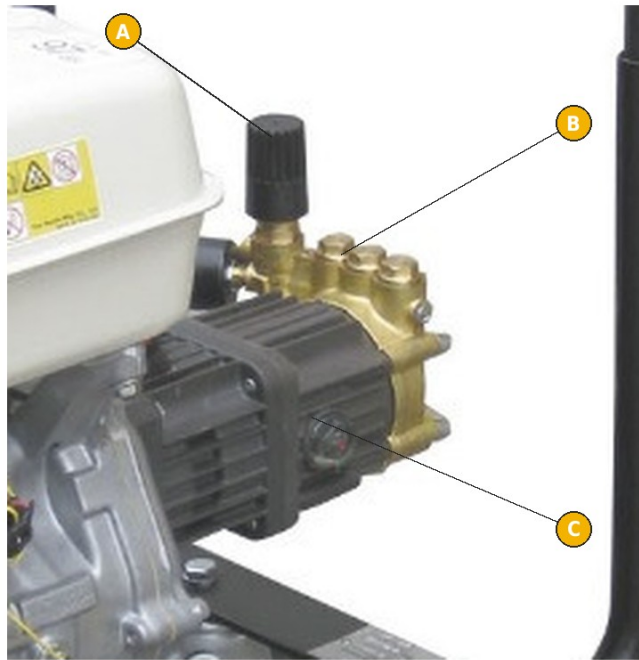

FIG. 2 — Pompe : A, bouton de réglage de la pression ; B, tête en laiton avec clapets et raccords ; C, témoin de niveau d'huile
- 1) Ajustez la pression de travail avec le bouton de réglage de la tête de pompe (FIG. 2, A) : une rotation dans le sens horaire augmente la pression, dans le sens antihoraire elle diminue.